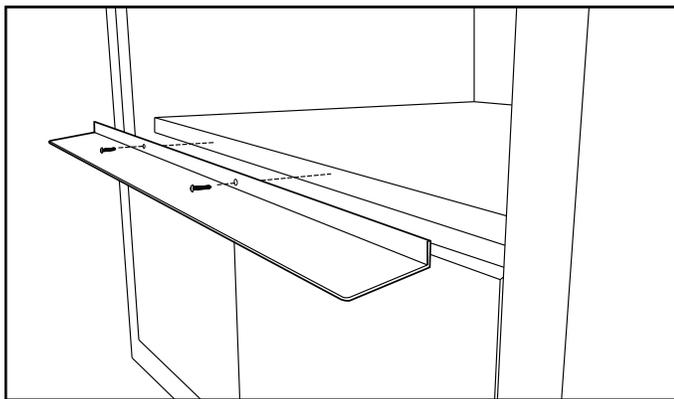

Figure 6A : installation de l'évent déflecteur pour le tiroir à micro-ondes de 24 po (61 cm) (pendant l'installation)
2. Placer l'évent déflecteur et tracer les trous comme montré dans les figures 6A et 6B. Percer préalablement les trous à l'aide d'une mèche de 1/16 po (1,6 mm).